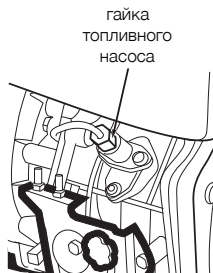

Рис. 6
- вывернуть на 1 - 1,5 оборота гайку топливного насоса (см. рис. 6);